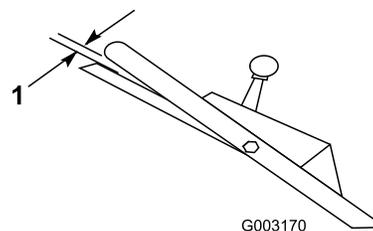

**Figure 28**
2. Tournez le bouton de commande de 1/2 tour dans le sens horaire si la tondeuse n'avance pas automatiquement. Si la tondeuse a tendance à avancer, tournez le bouton de 1/2 tour dans le sens anti-horaire pour détendre la courroie (Figure 28).